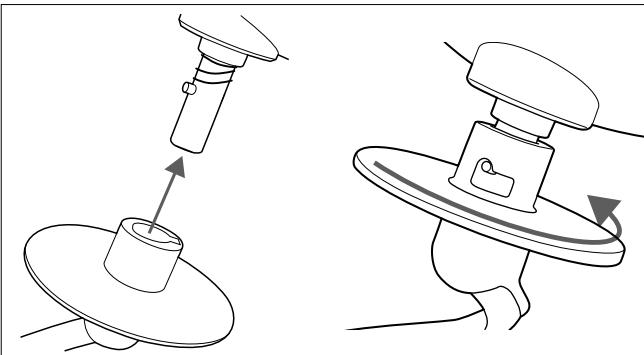

Fig. 11 – Collegamento e blocco dell'accessorio di mescolamento
- Inserire l'accessorio di mescolamento desiderato (pala impastatrice, frusta a foglia o frusta a filo) nell'apparecchio come indicato (vedere Fig. 11).